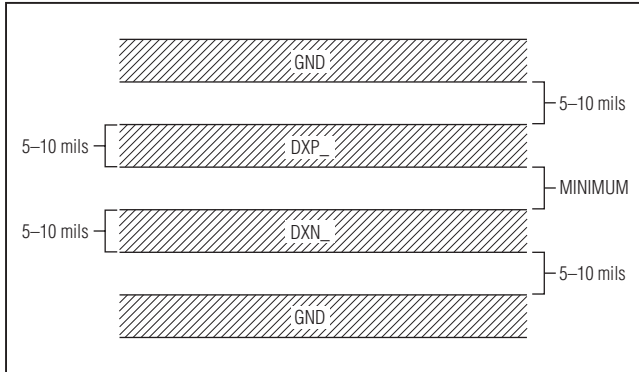

图5. 推荐的DXP\_至DXN\_ PCB走线, 如果在DXN\_和DXP\_走线附近有高压走线, 建议采用两个外部保护带
- 3) 使DXP\_和DXN\_走线保持平行并尽量靠近。应该用每对平行的走线连接一个远端二极管。使这些走线远离高压走线, 例如 $+12\text{V}$ 直流。由于DXP\_和地之间 $20\text{M}\Omega$ 的泄漏通路即可引起大约 $+1^{\circ}\text{C}$ 的误差, 所以必须严格处理PCB污染引起的漏流。如果不可避免使用高压走线, 请将DXP\_至DXN\_引线两侧的保护带连接到GND(图5)。